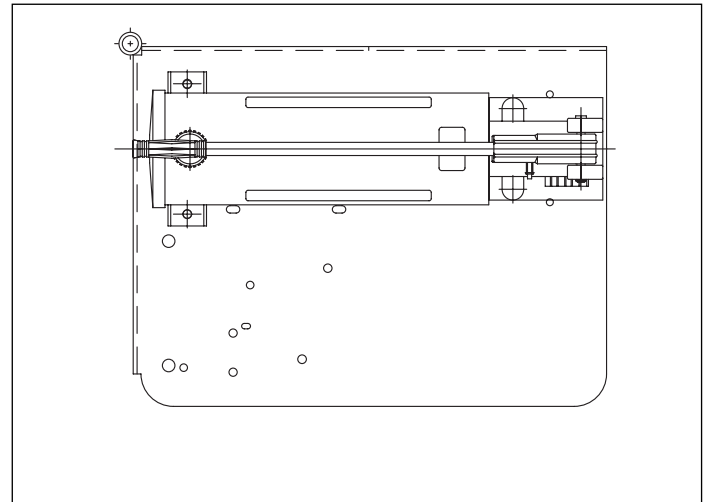

Figura 4, Bomba manual P-802
3. Montar la bomba manual en el soporte usando el material suministrado. Usar abrazaderas para fijar la parte superior de la bomba. Vea la Figura 4.